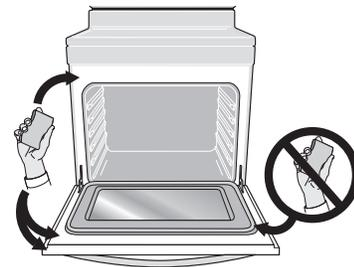

Figure 23 : Nettoyer la partie autour du joint de la porte du four
- Ne nettoyez pas le joint de la porte du four (Figure 23). Le joint tissé est essentiel à la bonne étanchéité du four. Prenez soin de ne pas froter, endommager ou retirer le joint.
- Nettoyez toute saleté sur le cadre du four, le revêtement de la porte autour du joint et la petite surface située au centre, devant, sur la sole du four. Ces zones chauffent suffisamment pour que la saleté y brûle. Nettoyez-les avec de l'eau et du savon. Ces zones sont indiquées en blanc (Figure 23).